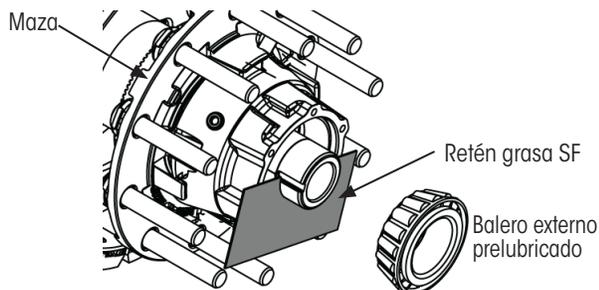

Figura 14: Aplicación de retén de grasa SF
3. Con la maza soportada en su posición como se muestra en Figura 14, **coloque y sostenga** el retén de grasa SF de modo que cubra la mitad inferior de la abertura de la maza.
6. **Coloque** el balero externo recubierto de grasa sobre la espiga y contra el retén de grasa SF (Figura 14).